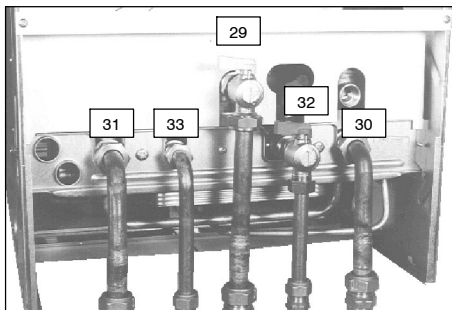

fig. 7.2
- 1 Chiudere il rubinetto entrata acqua sanitaria (32 in fig. 7.2)